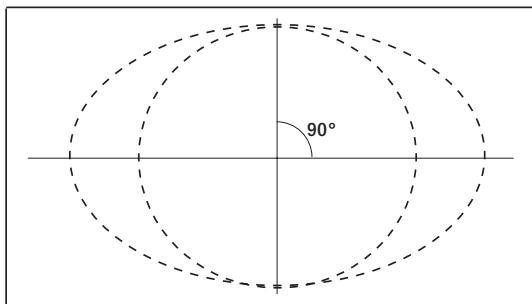
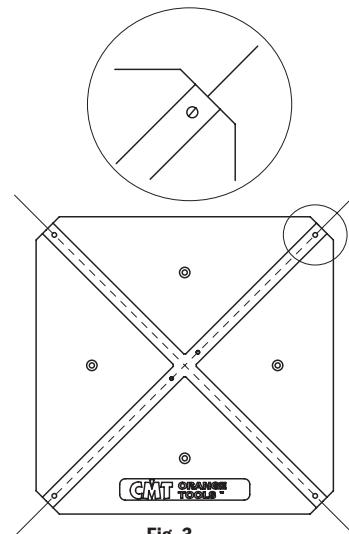
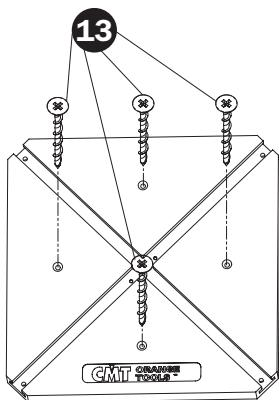

Fig. 2
Fig. 3
Fig. 4
**(Fig. 2)** Marque en la parte no acabada de la mesa los ejes a 90° del círculo a fabricar.
**(Fig. 4)** Fije la estructura de plástico (1) a la mesa con los tornillos autorroscantes para madera (13) o con cinta biadhesiva, de manera que las ranuras de la estructura de plástico (1) se crucen con el centro de los ejes preparados anteriormente (**Fig. 3**).
(Fig. 2) Marque en la parte no acabada de la mesa los ejes a  $90^{\circ}$  de la elipse a fabricar y determine la medida de la elipse. (Fig. 4) Fije la estructura de plástico (1) a la mesa con los tornillos autorroscantes para madera (13) o con cinta adhesiva, de manera que las ranuras de la estructura de plástico (1) se crucen con el centro de los ejes preparados anteriormente (Fig. 3).